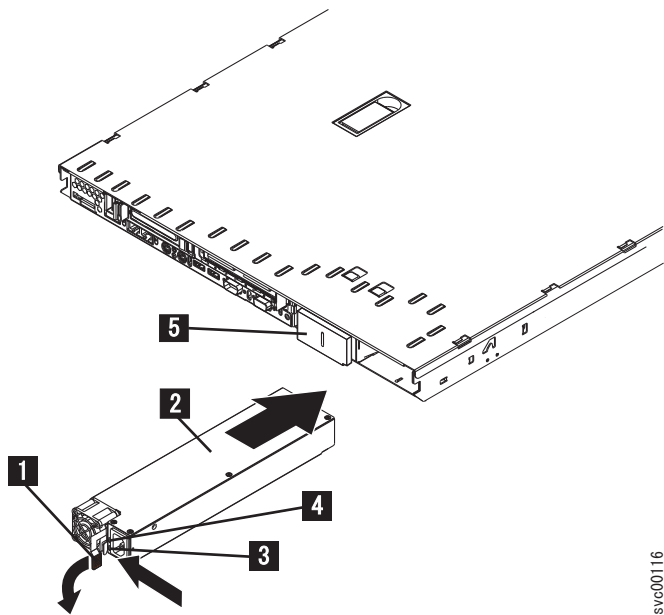

図 162. SAN ポリウム・コントローラー 2145-8F2 電源機構
- a. 電源機構の後部のハンドル **1** を下方に回して開位置にし、電源機構を電源機構ベイに向かってスライドさせます (193 ページの図 162 を参照)。